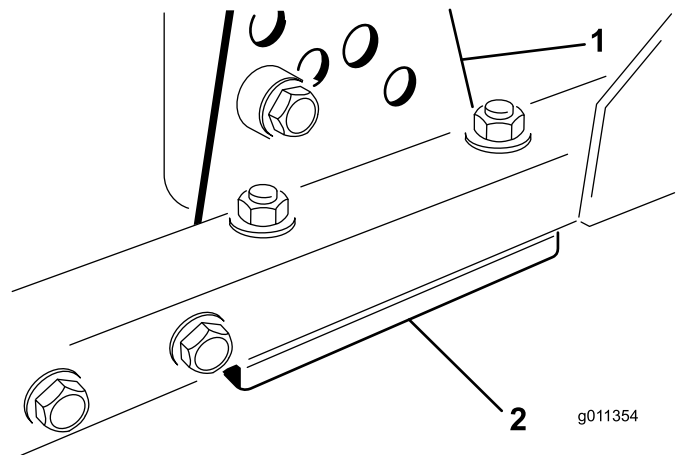

Bild 82
1. Entfernen Sie die Schnitthöhen-Einstellhalterung (vorne, links oder rechts) vom Mähwerkrahmen (Bild 82).
2. Führen Sie 1,5-mm- und/oder 0,7-mm-Beilagscheiben zwischen dem Mähwerkrahmen und der Halterung ein, um die gewünschte Schnitthöhe zu erhalten (Bild 82).